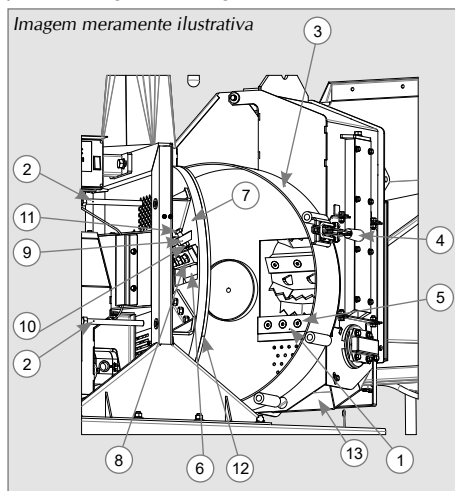

Figura 16
- ✓ Solte e retire os 5 parafusos (2) que fazem o fechamento do corpo do conjunto de corte (3) e abra a trava (4), abra o corpo do conjunto de corte (3). Em seguida, solte os parafusos (5), faça a afiação da contrafaca ou vire-as na posição afiada, se não for possível reaproveitar, substitua por uma contrafaca nova, em seguida remonte com os parafusos e porcas dando o aperto necessário, conforme Figura 16.
- ✓ Com o corpo do conjunto de corte aberto, solte os parafusos (8) até perceber que as facas estão soltas, em seguida retire a faca (6). Faça isso com as demais facas a serem afiadas ou substituídas, em seguida, remonte novamente apertando os parafusos (8), que prendem a faca no disco (7) observando o
torque correto. Para a regulagem da faca, temos um batente (9) no disco de corte. Nesse batente temos uma contraporca (10) e um parafuso (11). Esse parafuso servirá de batente e regulador da faca do disco. Para fazer a regulagem da faca do disco, basta soltar a contraporca (10), gire o parafuso (11) usando uma chave adequada até posicionar o mesmo na medida necessária para compensar o desgaste da faca, em seguida reaperte a contraporca (10). Faça isso antes de remontar a faca no disco. Ao concluir a fixação da faca no disco, verifique a posição da faca a fim de garantir a medida entre faca e contrafaca. Essa distância é de 4 mm com variação de 1 mm para mais ou para menos. Para isso o fio da faca não pode avançar a extremidade da barra quadrada (12) soldada na extremidade do disco (7). Ao concluir a verificação da posição da faca, realize o fechamento do corpo do conjunto de corte, inserindo os 5 parafusos (2) parcialmente para guiar os furos antes de acionar a trava (4) que prende o corpo do conjunto de corte, após aperte os 5 parafusos (2), observando o torque correto, conforme Figura 16.
- ✓ Limpe a calha de saída de material (item 13) após cada utilização conforme indicado na figura 16.